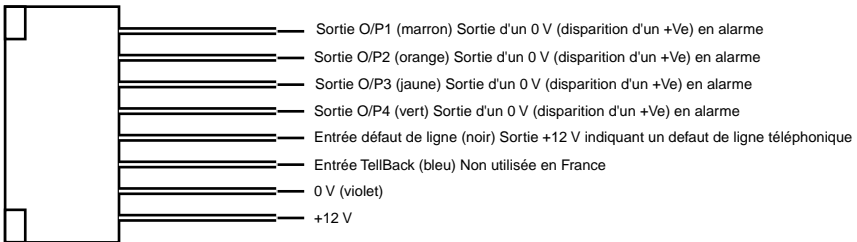

Figure 21. Câble "Transmissions"
2. Effectuer les raccordements nécessaires entre le transmetteur et le câble spécifique "Comms". La figure 21 illustre les sorties disponibles aux extrémités de ce dernier.